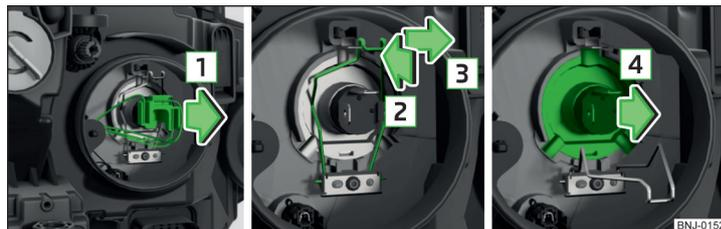

Fig. 206 Remplacement des ampoules des feux de croisement et des feux de route
- Appuyez sur l'enclenchement de la fiche et retirez la fiche par des mouvements d'oscillation dans le sens de la flèche **1** » fig. 206.